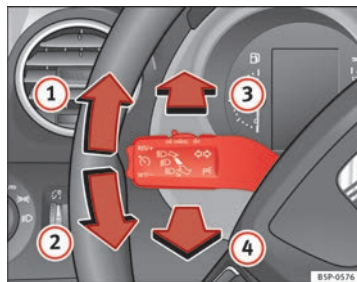

Abb. 77 Blinker- und Fernlichthebel
- Drücken Sie den Hebel bis zum Anschlag nach oben ⇒ Abb. 77 ①, um **rechts** zu blinken bzw. nach unten ②, um **links** zu blinken.
- Drücken Sie den Hebel bei eingeschaltetem Abblendlicht nach vorne ⇒ Abb. 77 ③, um das Fernlicht einzuschalten.
- Drücken Sie den Hebel zum Lenkrad, ⇒ Abb. 77 ④ um das Fernlicht auszuschalten.